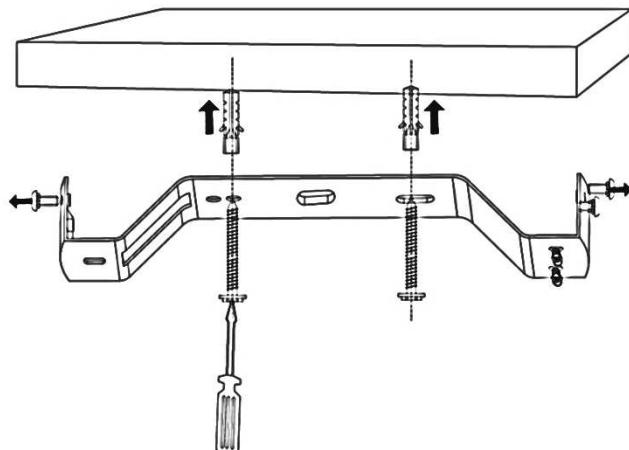

Abb. 2
- Nehmen Sie die Schrauben von der Halterung (Abb.2) an der Motorhalterung. ab. Abb. 3